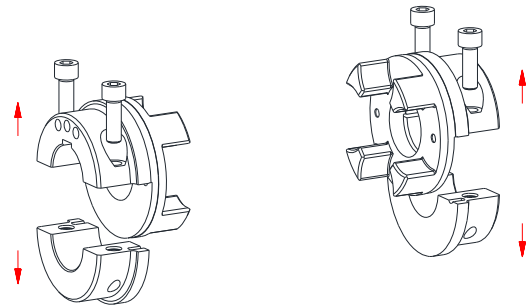

Bild 11: Demontage der Halbschalen
- Entfernen Sie die Halbschalen vom Nabengrundkörper (siehe Bild 11).